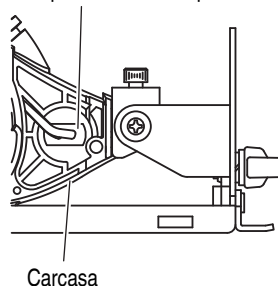

Fig. 19
- (2) Presione la parte posterior del casquillo y extraiga juntos éste y la lámpara de la carcasa (Fig. 19).